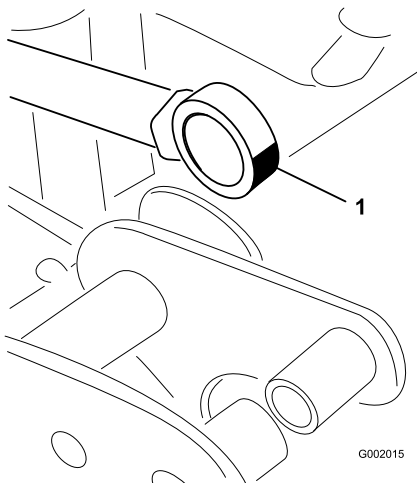

Figure 75
5. Faites pivoter le roulement au bout de la tige de vérin et appliquez de la graisse dans le roulement (Figure 75).